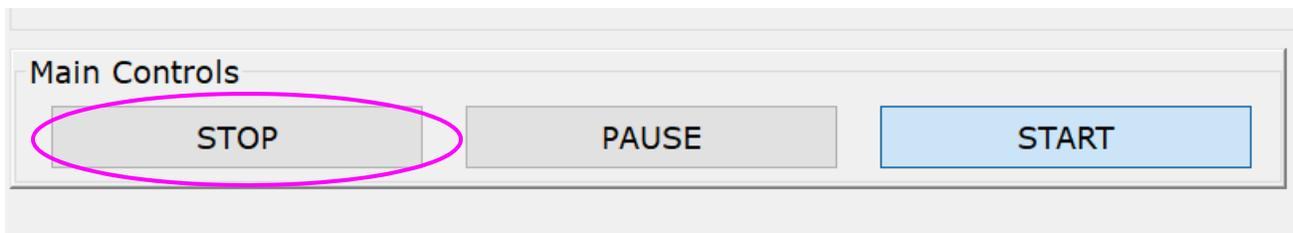

Figure 4-41: Pantalla de Ejecución del Host OPEX - Botón STOP
1. Cuando haya terminado, en la pantalla del Host OPEX, haga clic en **PARAR** (ver Figure 4-41 Esto detiene los transportadores y devuelve los iBOTS).